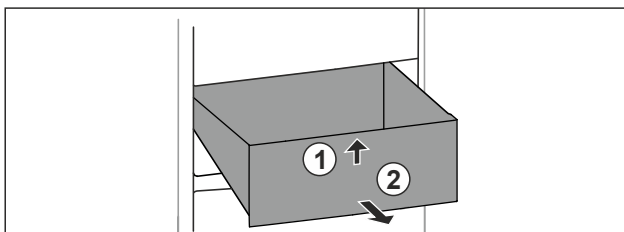

Fig. 64
- ▶ Levantar el cajón por delante. Fig. 64 (1)
- ▶ Extraer el cajón hacia delante. Fig. 64 (2)